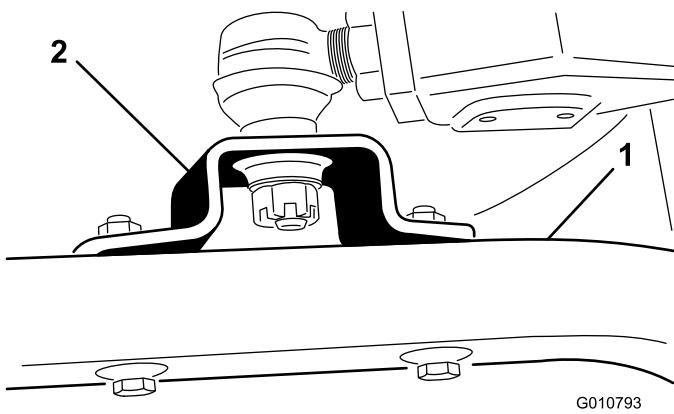

Figura 19
4. Rimuovete le viti a testa cilindrica e i dadi che fissano i supporti del giunto sferico ai bracci della ruota orientabile sull'apparato di taglio (Figura 19).
- Portate la leva di sollevamento in posizione Float. Spingete i bracci di sollevamento verso il basso in modo che i fori dei supporti del giunto sferico siano allineati con quelli dei bracci delle ruote orientabili (Figura 19).